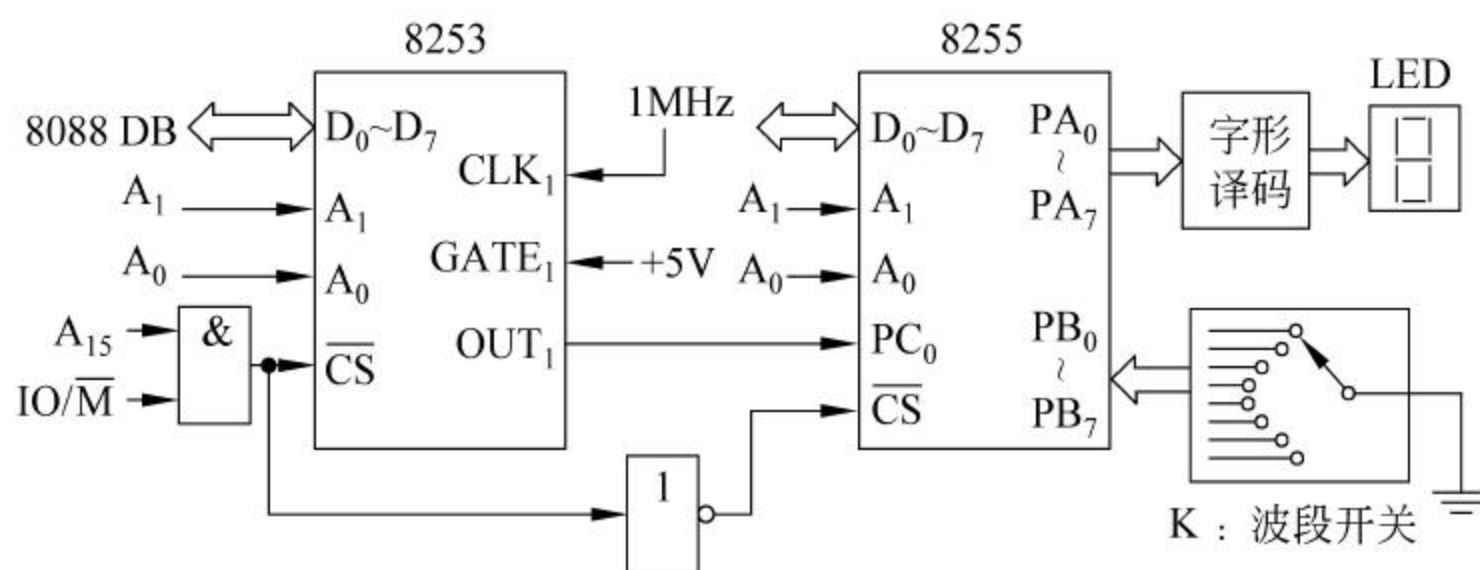

图 7-3 题 7.12 接口电路框图
7.12 已知某 8088 微机系统的 I/O 接口电路框图如图 7-3 所示。试完成以下几点。
解：串行通信通常包括两种方式，即同步通信和异步通信。二者因通信方式的不同而有不同的数据格式，其数据格式可参见主教材的图 7-2 和图 7-3。